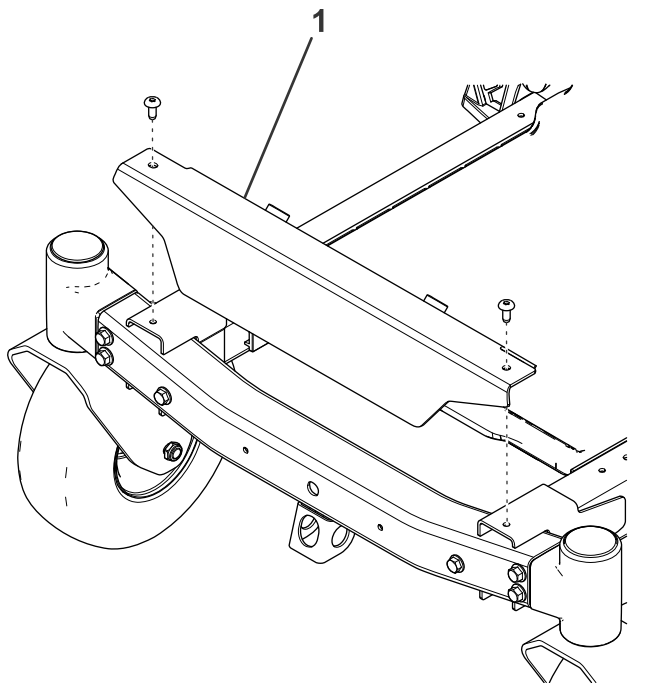
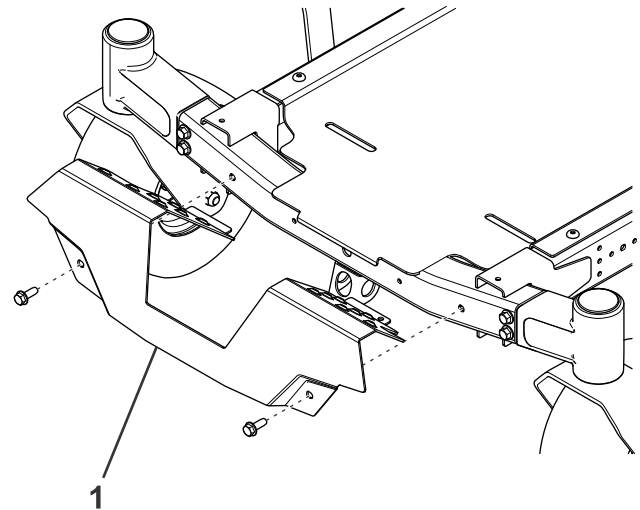

Figure 1
Figure 2
6. Déposez et conservez le repose-pieds (Figure 1 et Figure 2).